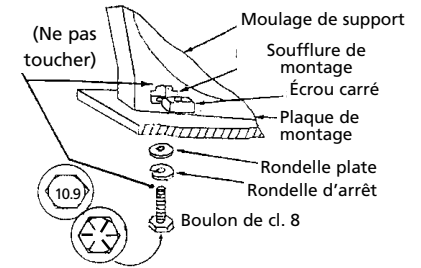

Figure 9
3. Utilisez uniquement des écrous carrés dans le moulage pour le montage. (Voir la Figure 9).
3. Connectez le long fil de couleur jaune et le fil de mise à la terre provenant du groupe de solénoïdes au carter du moteur. Montez le treuil sur la plaque de base du kit de montage ou sur la monture que vous avez conçue (voir la Fig. 9).
ATTENTION L'extrémité des boulons de montage ne doit pas entrer en contact avec le côté opposé du creux de montage du moulage de support (voir la Fig. 9).
AVERTISSEMENT Ne substituez pas une classe plus faible que la classe SAE 8. (ISO 10.9) L'indication de la classe est située sur la tête du boulon est illustrée à la Figure 9.